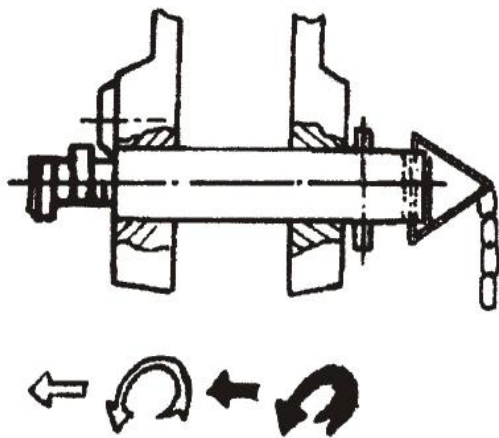

Fig2. Girare e spingere due volte l'asse fisso e lasciarlo entrare nel secondo tunnel
2. Ancoraggio: l'asse fisso deve essere utilizzato per ancorare la fune attorno al paranco. Collegare la fune metallica o il gancio con la fune fissa e legare l'altra estremità al carico, agli alberi, ecc. C'è un tunnel di prova di rilassamento sull'asse fisso. Quando l'asse fisso è inserito nella cassa del paranco, deve essere girato due volte verso il secondo tunnel finché non è serrato saldamente (Fig. 2).